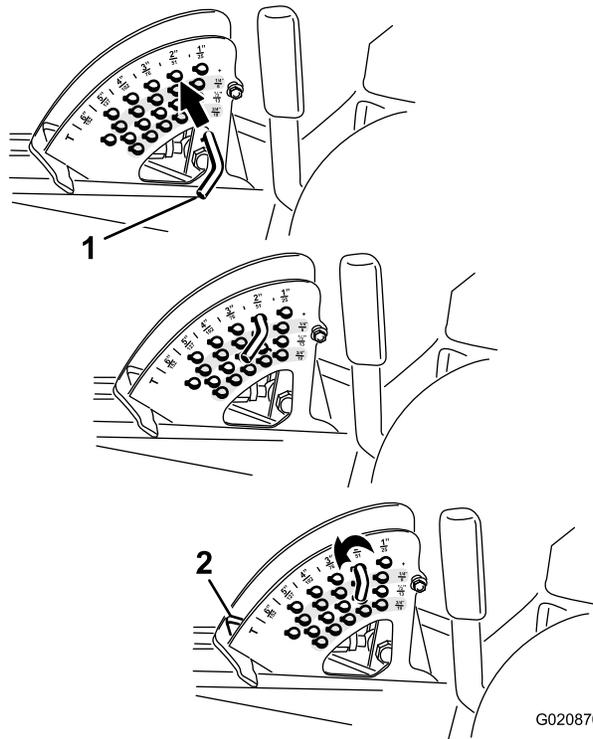

Рисунок 25
2. Чтобы отрегулировать высоту скашивания, поверните стопорный штифт так, чтобы цилиндрический штифт внутри него совпал с прорезями в отверстиях кронштейна высоты скашивания, затем извлеките штифт (Рисунок 25).
3. Выберите отверстие в кронштейне высоты скашивания, соответствующее необходимой высоте скашивания, вставьте штифт и, нажимая на него, поверните до фиксации в отверстии (Рисунок 25).
Примечание: В кронштейне есть четыре ряда отверстий (Рисунок 25). Верхний ряд обеспечивает высоту скашивания, указанную над штифтом. Второй ряд обеспечивает указанную высоту скашивания плюс 6 мм. Третий ряд обеспечивает указанную высоту